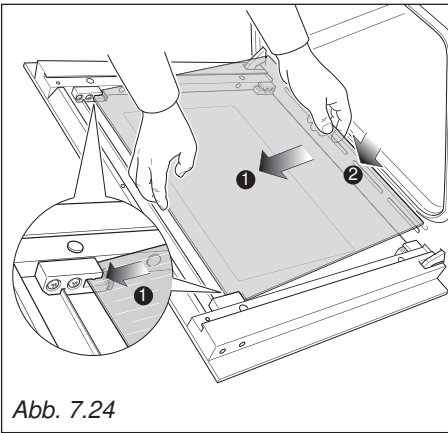
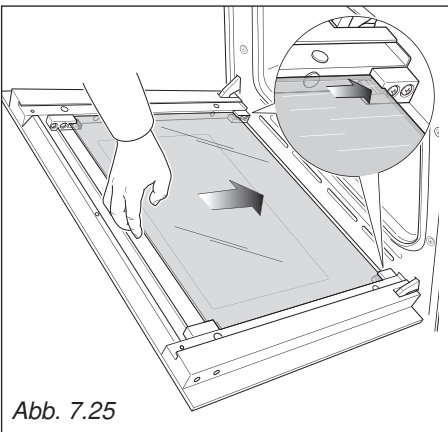

Abb. 7.24
Abb. 7.25
- Fügen Sie das Glassegment vorsichtig in die oberen Halteklammern ein (Pfeil 1 in Abb. 7.24). Senken Sie dann das Glassegment ab und fügen Sie es in die unteren Halteklammern ein (Pfeil 2 in Abb. 7.24). Schieben Sie dann das Glassegment in die richtige Position (Abb. 7.25).